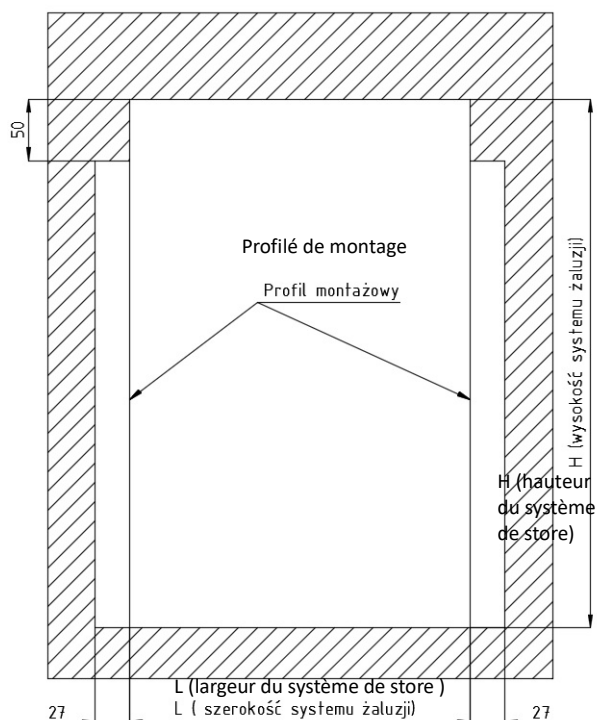

Fig. 2 Installation du profilé de montage dans la niche de fenêtre.
- L'installation du profilé dans la niche de fenêtre est illustrée à la Fig. 2.